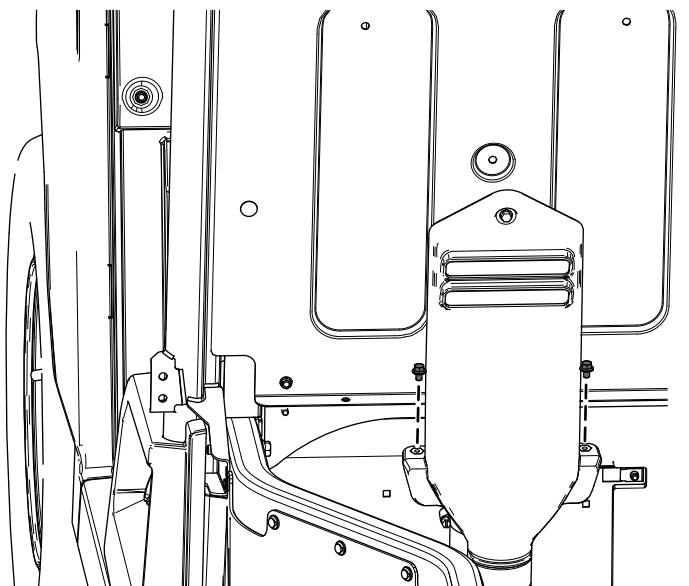

Figure 23
- A. Retirez les 2 boulons à embase ($\frac{1}{4}$ " x $\frac{3}{8}$ ") du capot d'admission de CVT (Figure 23).